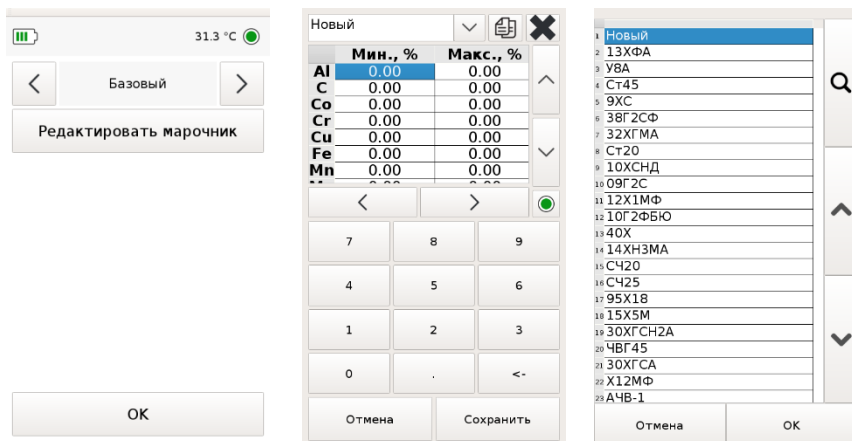

Рисунок 36 Редактор марочника
- 5.7.2. При наличии нескольких вариантов марочников (например, ГОСТ и AISI), выберите необходимый, используя стрелки вправо/влево. Нажмите кнопку «Редактировать марочник» (Рисунок 36), чтобы перейти к редактированию или добавлению марок.